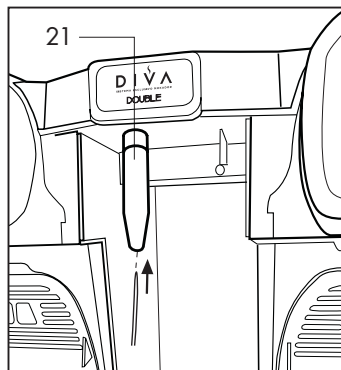

Fig. 12
- Inserire quindi il cassetto centrale (Fig.12)